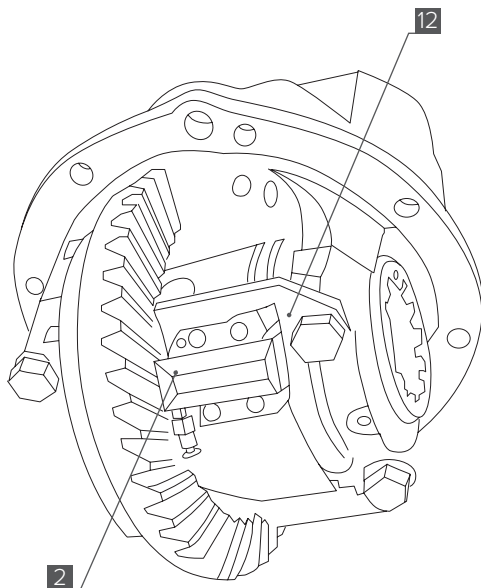

Рис. 5
6. Установите пневматический привод в сборе [2] с пластиной крепления актуатора в РЗМ [12] под болты крепления бугеля согласно (Рис. 5).